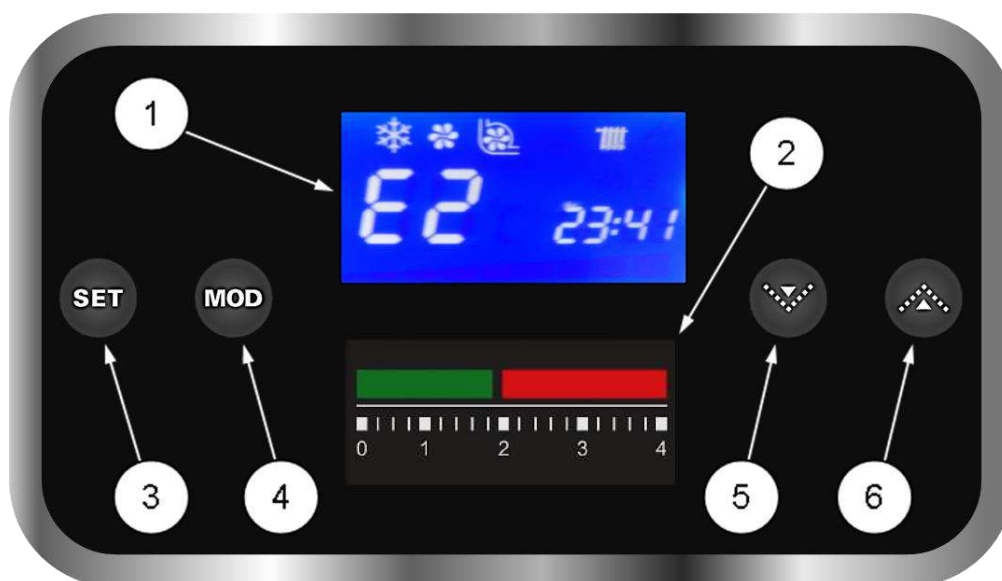

Рис. 6 Панель управления котлом
- Проверьте по манометру (См. Рис. 6) на панели управления электрочотлом давление теплоносителя в электрочотле и СО.